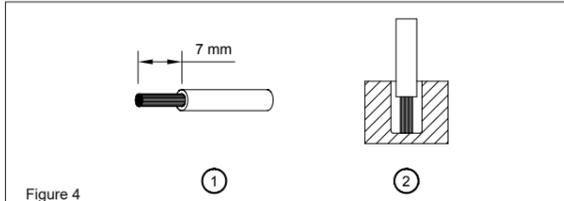

Figure 4
Sie können flexible (feindrähtige Leitung) oder feste Kabel mit einem Querschnitt von 0,52-5,3 mm² (AWG 20-10) und einem Anzugsmoment von 4,57 kgf-cm (3,96 lb in) verwenden. Um sichere und stoßfeste Anschlüsse gewährleisten zu können, sollte die Absisolierlänge 7 mm betragen (siehe Abb. 4 (1)). Bitte sorgen Sie dafür, dass die Kabel vollständig in die Anschlussklemmen eingeführt werden, siehe Abb. 4 (2).